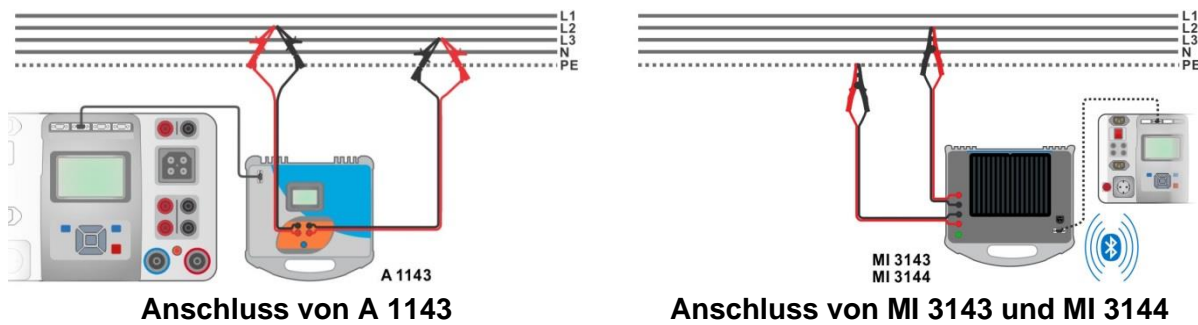

Abbildung 6.69: Hochpräzise Schleifenimpedanzmessung
- Verbinden Sie die Prüflitungen mit dem zu testenden Gerät, siehe **Abbildung 6.69** und **Abbildung 6.70**.